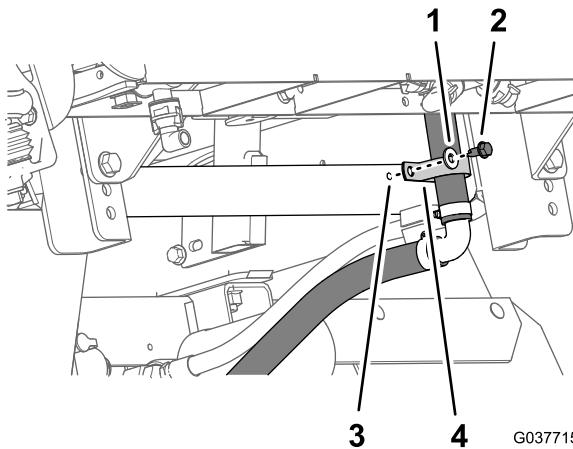

图79
3. 用支撑夹具、凸缘头螺栓5/16 x 3/4 英寸和垫圈5/16 英寸将旁通软管的底部固定到机器后鞍形板上 图79。